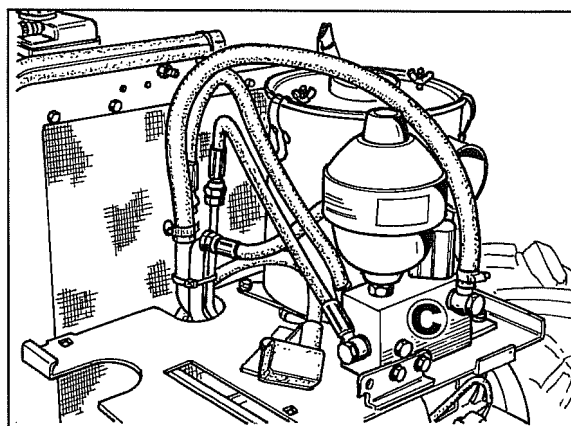

Fig. 6
4. (Para versão Máx) Desligar o grupo da electroválvula proporcional **C** fig. 6 do suporte, depois virá-lo atrás do radiador.